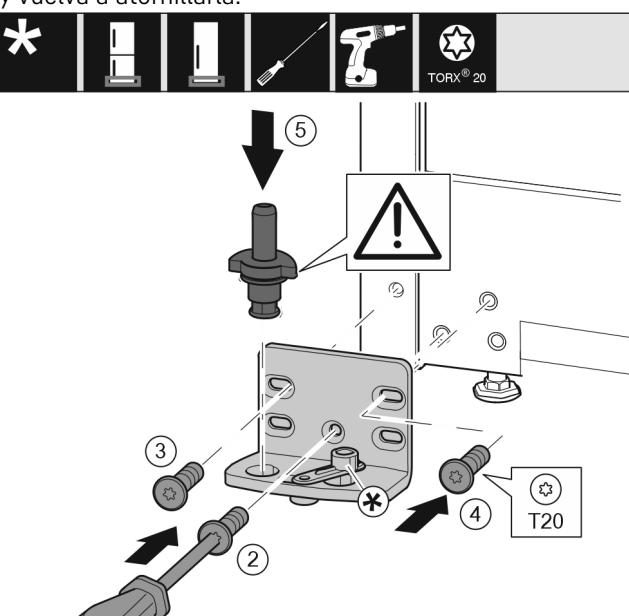

Fig. 20
- Coloque el soporte del cojinete en el otro lado y atornílelo con un destornillador. Comience con el tornillo Fig. 20 (2) en la parte inferior central.
- Atornille el tornillo Fig. 20 (3) y el tornillo Fig. 20 (4).
- Inserte completamente los pernos del cojinete Fig. 20 (5). Asegúrese de que la leva de bloqueo apunte hacia atrás.